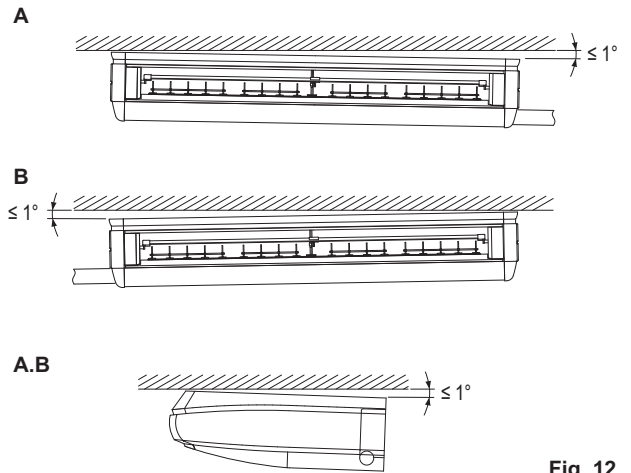

Fig. 12
(5) Când suspendați unitatea interioară, aveți grijă să utilizați bolobocul pentru a avea drenaj mai bun și instalați-o orizontal. De asemenea, dacă este posibil la locul de instalare, instalați astfel încât partea tubulaturii de golire să fie puțin mai jos. (Consultați Fig. 12)